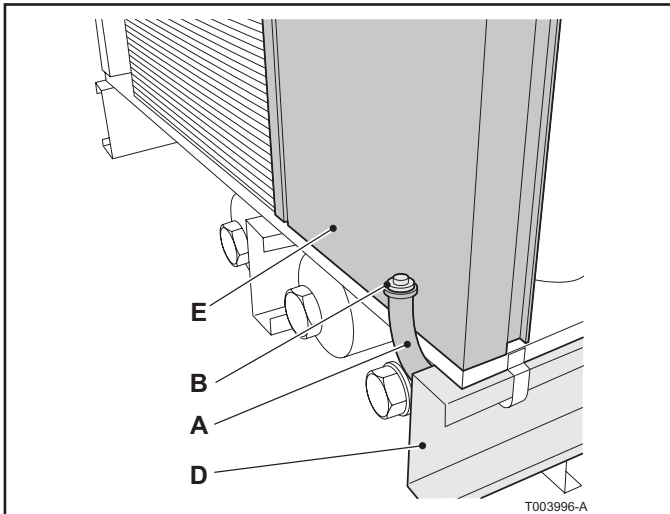
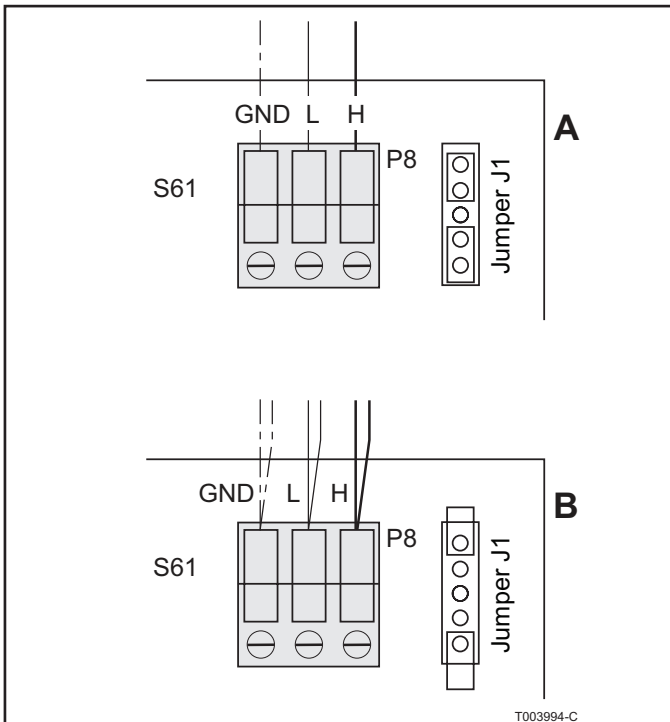

Fig. 29 CAN-Bus-Kabelummantelung und Drahtzieher
Fig. 30 CAN-Bus-Kabelanschluss (Endknoten und Zwischenknoten) auf der Leiterplatte der Gas HP Wärmepumpe
Die letzte Wärmepumpe auf jedem Gestell ist werksseitig als Endknoten konfiguriert und kann sofort mit einem CAN-Bus-Kabel am nächsten Gestell angeschlossen werden (siehe Fig. 29 und Fig. 30).
Die letzte Wärmepumpe auf dem ersten Gestell muss am GEP für das nächste Gestell angeschlossen werden und fungiert nicht mehr als Endknoten (siehe A in Fig. 30) sondern als Zwischenknoten (siehe B in Fig. 30). Gehen Sie wie folgt vor:
- Unterhalb der Wärmepumpe hinter dem Stützträger (siehe E in Fig. 29) finden Sie die CAN-Bus-Kabelummantelung mit Aufsatz (siehe A und B in Fig. 29).